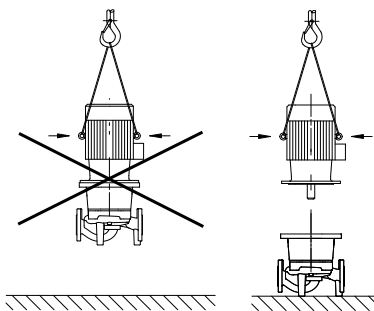

Fig. 20: Transporte do motor
- Utilizar os olhais de elevação do motor só para carregar o peso do mesmo e não para carregar toda a bomba (Fig. 20).